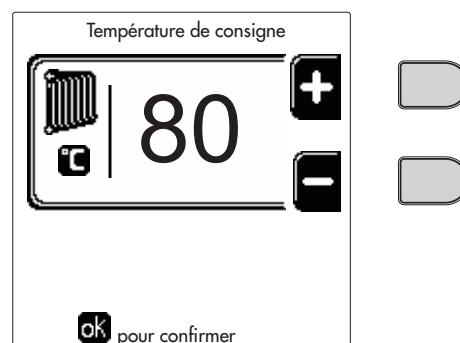
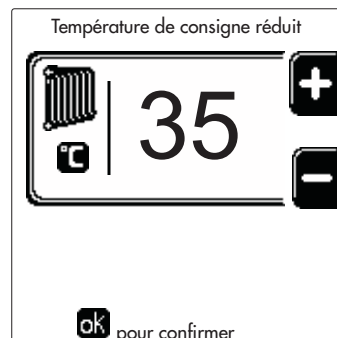
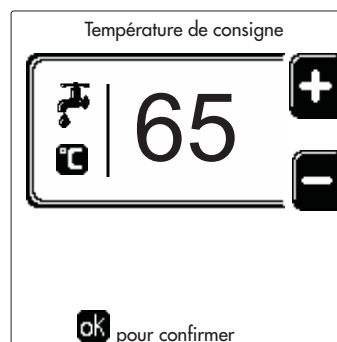
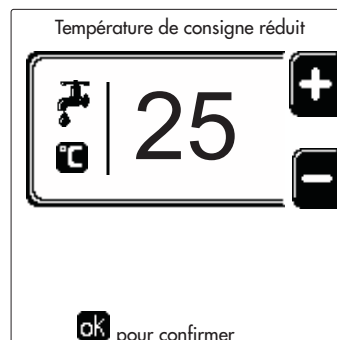

fig. 13
fig. 14
fig. 15
fig. 16
- **ON**. En cas de demande Chauffage/ECS, la chaudière fonctionne à la Température de Réglage Chauffage/ECS (fig. 13/fig. 15) réglée.
- En cas de demande de Chauffage/ECS, la chaudière fonctionne en Température de réglage réduite. La température réduite est obtenue en soustrayant la valeur de la température de réglage réduite (fig. 14/fig. 16) de la température de réglage du chauffage/ECS (fig. 13/fig. 15) définie.